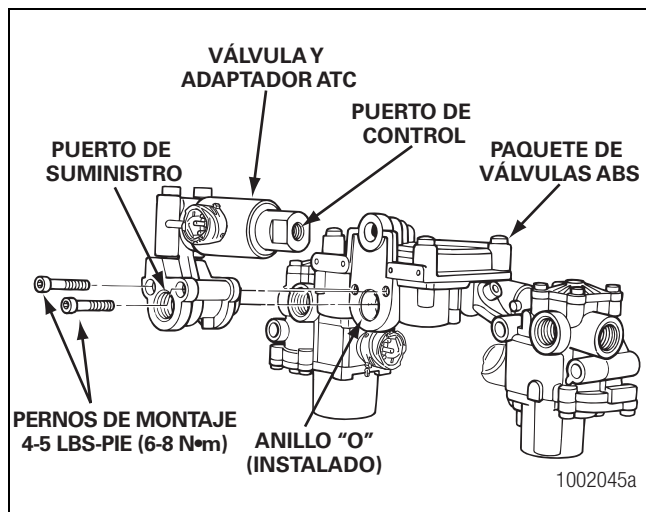

Figura 4.12
5. Use los dos nuevos pernos de cabeza Allen M6 para fijar el adaptador a la válvula relevadora. Use una llave Allen de 5 mm para apretar los pernos a 4-5 lbs-pie (6-8 N•m). Figura 4.12. ①